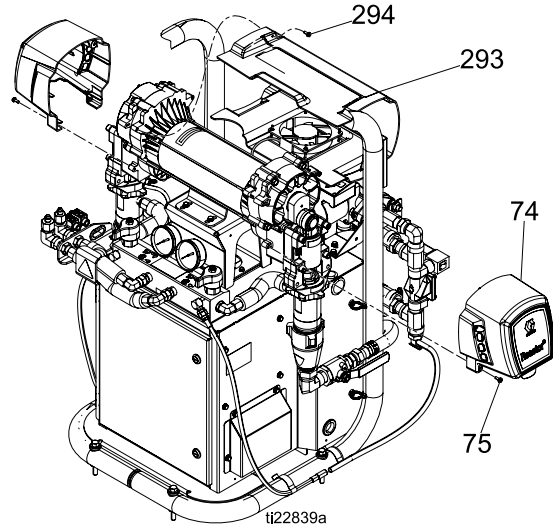

Figure 12
13. 卸下螺丝 (294) 和电动机防护罩 (293)，请参见 图 12。